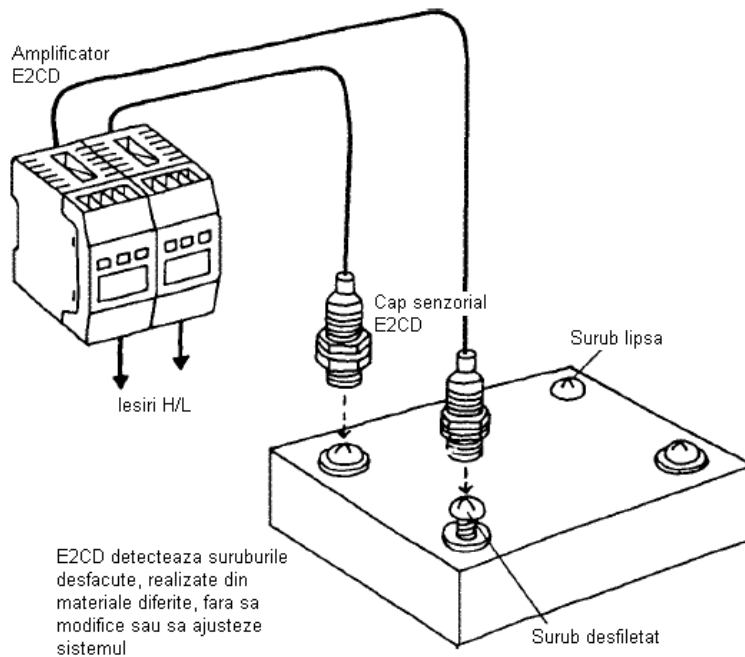

Fig.7
1.2.4. Detectarea unui șurub dezfiletat aplicatie (fig.7):